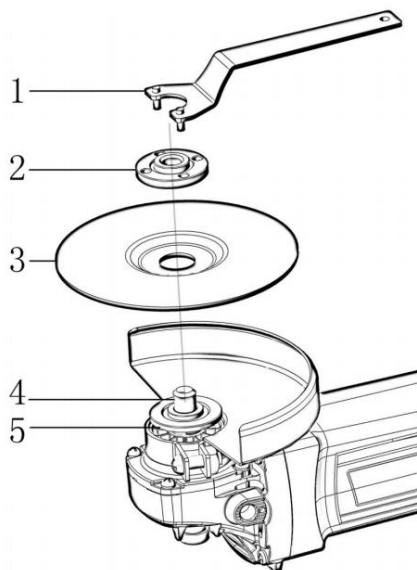

Fig 3
1. Montieren Sie den Innenflansch auf die Spindel, montieren Sie den Rad/Scheibe auf den inneren Flansch und schrauben Sie den äußeren Flansch auf die Spindel (Abb. 3)